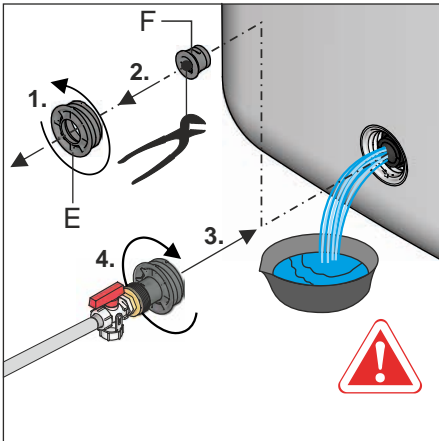

Bild 8-4 KFE-Befüllanschluss in Füll- und Entleeranschluss einschrauben
- 5 Am Füll- und Entleeranschluss das Gewindestück (Bild 8-4, Pos. E) herausdrehen, sowie den Verschlussstopfen (Bild 8-4, Pos. F) entfernen und **sofort** den vormontierten Gewindeinsatz mit **KFE-Befüllanschluss** in den Füll- und Entleeranschluss (Bild 8-4) wieder **anschrauben**.